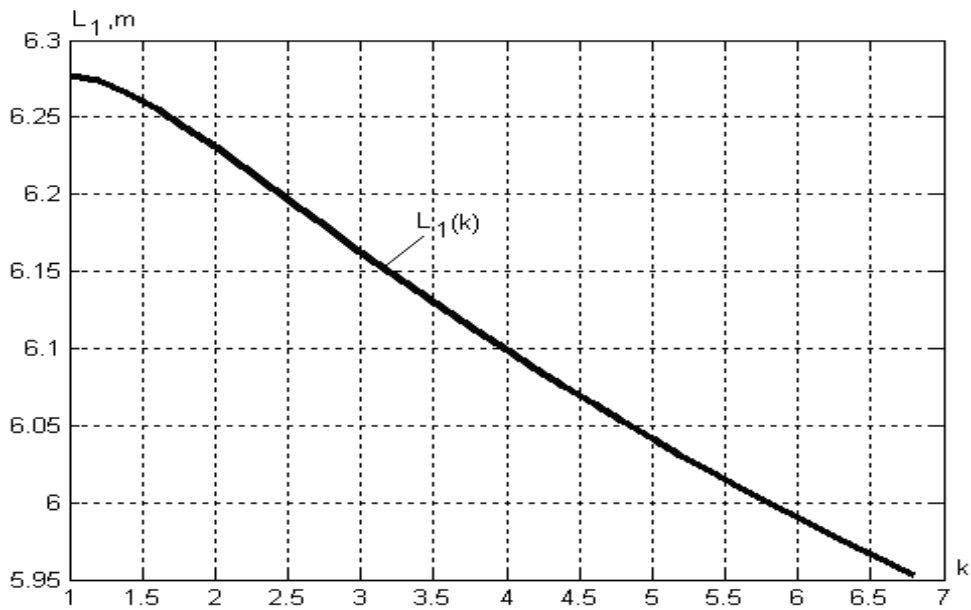

Рис. 5. Длина делительной линии эллипса в зависимости от значений k ($a=1$)
- по заданному значению k из формулы (7) определяется значение эксцентриситета e_0 и с помощью *рис. 5* находится величина L_1 ;